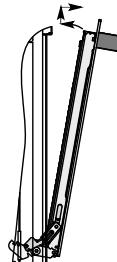

рис. 14
4. Взять дверцу за боковые стороны и потянуть на себя и вверх, чтобы освободить нижние оси шарниров, см. рис.14;